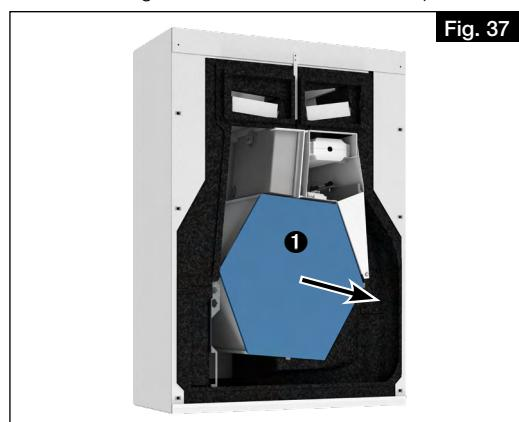

Fig. 37
3. Retirer l'échangeur à contre-courant 1 avec précaution de l'appareil (voir Fig. 37).